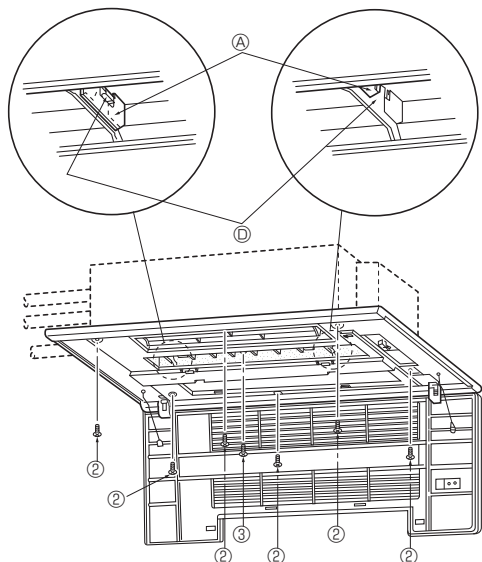
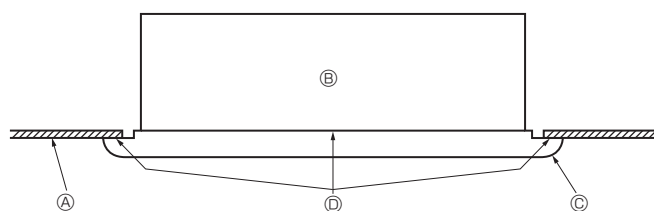

Fig. 5-5
Fig. 5-6
- Ajuste o painel dianteiro de modo a que este encaixe devidamente entre o tecto e o muro, monte os parafusos de segurança ② (fornecido com esta grelha) nas quatro posições à esquerda e à direita, deixe os parafusos ligeiramente soltos. (Fig. 5-5)
- A seguir aperte os parafusos de fixação ② e fixe os parafusos ③ nos três lugares centrais.
- Finalmente aperte os parafusos de fixação ② nos quatro lugares à esquerda e à direita.
- Neste momento, certifique-se de que não existem folgas entre a unidade interna e o painel dianteiro, e entre o painel dianteiro e a superfície do tecto. Se existirem folgas, o vento pode entrar o que pode fazer com que comece água a pingar (Fig. 5-6).
- * Aperte completamente os parafusos de fixação ② e os parafusos de fixação ③.
[Fig. 5-5]
5.4. Verificações depois da instalação (Fig. 5-6)